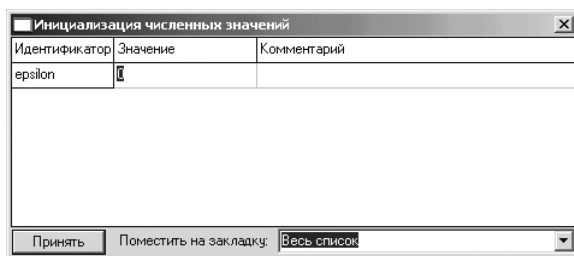

Рис. 1.28. Диалоговое окно **Инициализация численных значений**
- введите в диалоговом окне **Инспектор** в поле $v0$ имя (идентификатор **Omega**) и нажмите клавишу **Enter**. Появится диалоговое окно **Инициализация численных значений**, см. рис. 1.28;